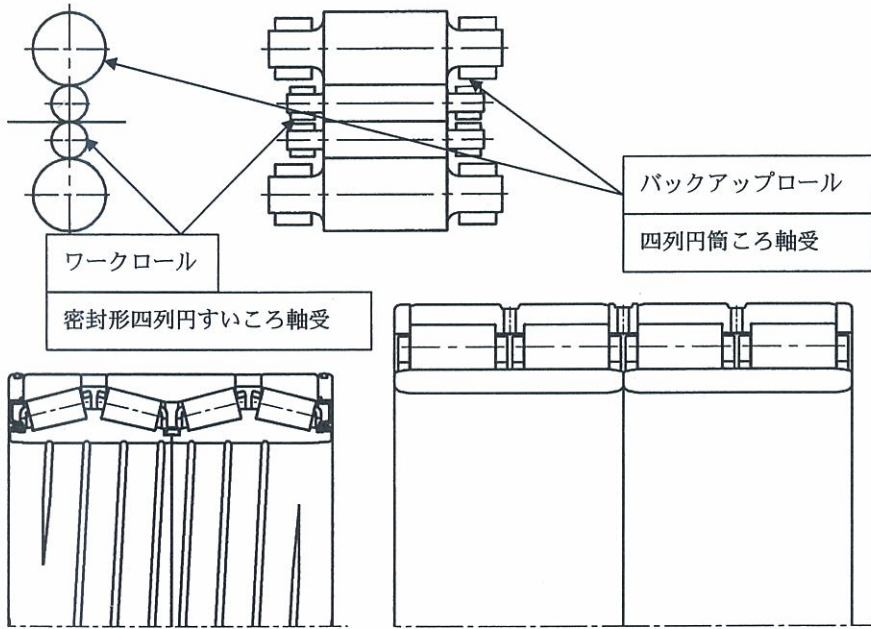

図2 熱間及び冷間圧延機用軸受の構造
(2)冷間圧延設備では熱間で圧延された鋼板を常温でさらに薄く圧延します。自動車や家電向けの高級鋼板用です。図2に冷間圧延機ロール及び軸受の代表的な構造を示します。圧延機の基本的な構造は熱間圧延設備と同様ですが、軸受寿命の向上及びメンテナンス性向上のため、ワークロールには密封形四列円すいころ軸受が多く使用されています。また、バックアップロールには鋼板の板精度向上のために油膜軸受（滑り軸受）よりも四列円筒ころ軸受の方が広く用いられています。